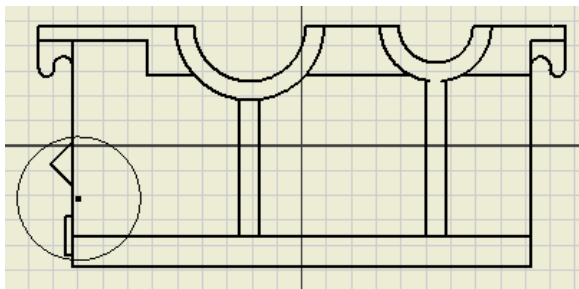

图 12-28 在草图中绘制圆形
①选择主视图，单击【放置视图】标签栏【草图】面板中的【创建草图】工具按钮，建立一个草图，单击【草图】标签栏【绘图】面板的【圆】工具按钮，绘制一个如图 12-28 所示的圆形，然后单击【草图】标签上的【完成草图】工具按钮，退出草图环境，返回到工程图环境中。